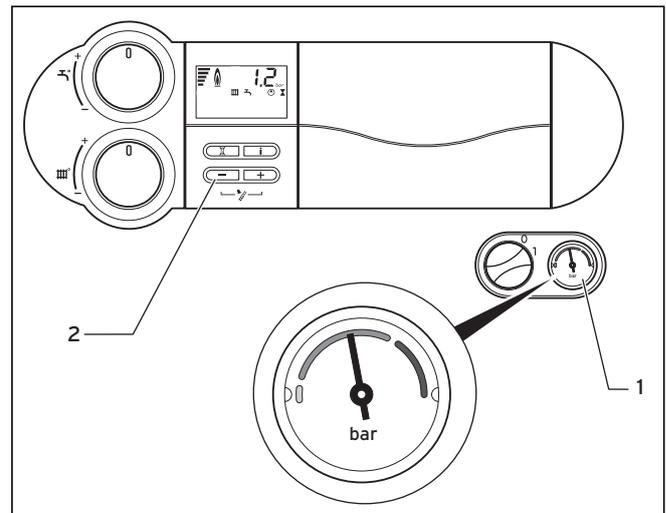

Abb. 4.4 Fülldruck der Heizungsanlage kontrollieren
Für einen einwandfreien Betrieb der Heizungsanlage muss das Manometer (1) bei kalter Heizungsanlage in der oberen Hälfte des dunkelgrauen Bereichs stehen (→ **Abb. 4.4**). Dies entspricht einem Fülldruck zwischen 1,0 bar und 2,0 bar. Wenn der Zeiger im hellgrau hinterlegten Bereich steht, dann müssen Sie vor der Inbetriebnahme Wasser nachfüllen (→ **Kap. 4.3.3**).